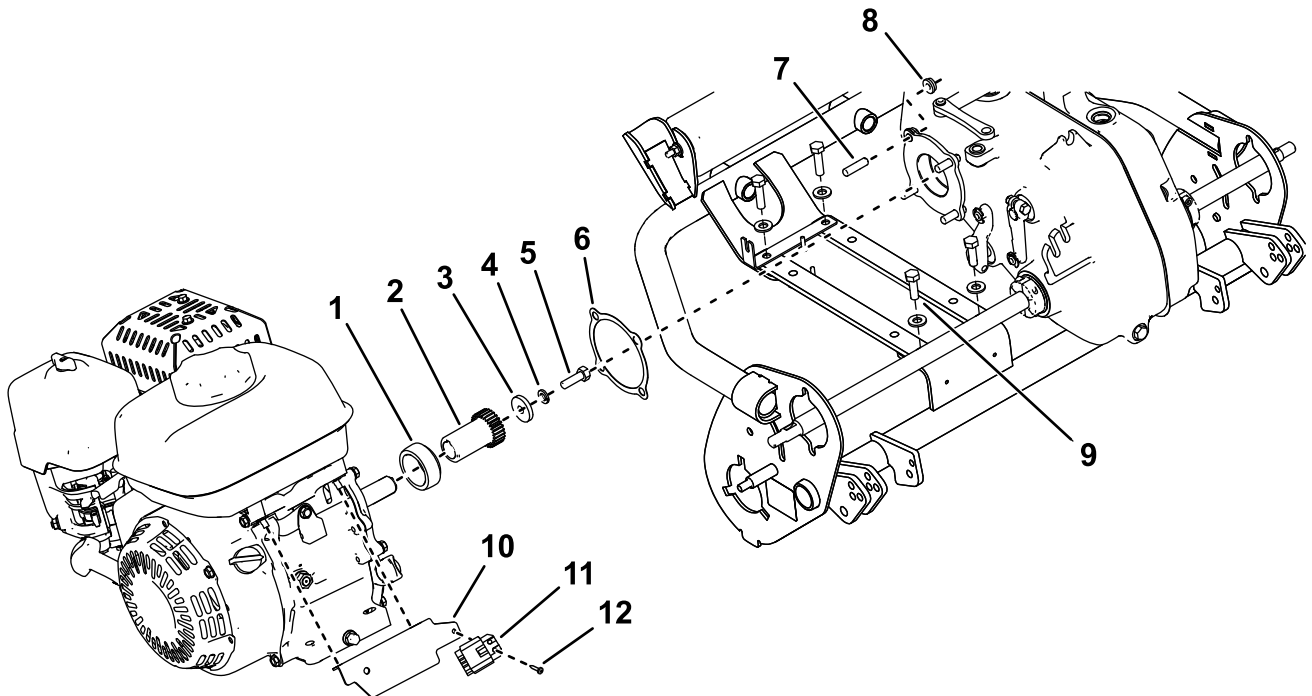

Bild 5
2. Entfernen und bewahren Sie die Muttern auf, mit denen der Motor am Getriebe befestigt ist (Bild 5).
1. Tragen Sie Gewindegewandungsmittel mittlerer Festigkeit (z. B. Blue Loctite® 242) auf die Gewinde der Stellschrauben auf und bringen Sie diese am Motor an (Bild 5).
2. Befestigen Sie die bestehenden Komponenten der Motorabtriebswelle am Motor (Bild 5).
3. Befestigen Sie das Sicherheitsschaltermodul mit der beiliegenden Blehschraube an der Kabelbaumhalterung (Bild 5).